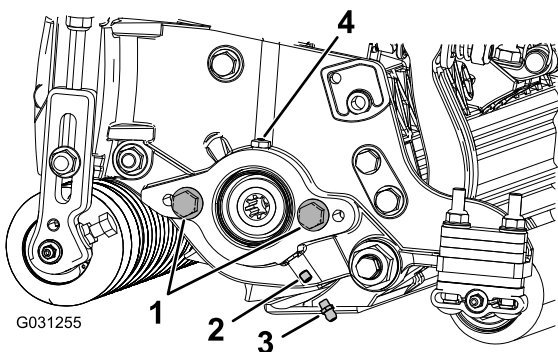

Bild 4
1. Entfernen Sie die Stellschraube an der Seitenplatte des Spindelmotors und werfen sie weg (Bild 4).
2. Bringen Sie den geraden Schmiernippel an (Bild 4).
2. Wenn die Seitenplatte des Spindelmotors keine Kopfschrauben hat, befestigen Sie sie (Bild 4).
3. Befestigen Sie den O-Ring am Spindelmotor (Bild 4).